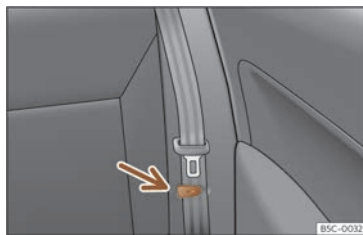

Fig. 94 Siège arrière : pince pour attacher la ceinture de sécurité.
- Placez les ceintures de sécurité latérales dans la pince du revêtement >>> **fig. 94**.